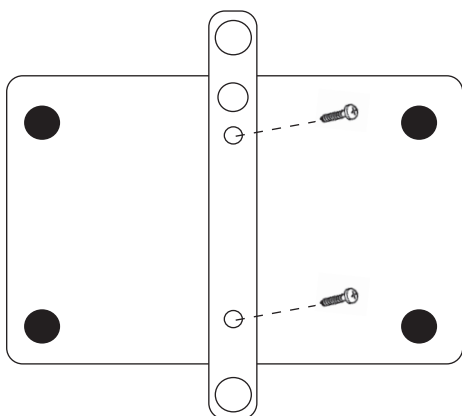

Abbildung 6.
**Schritt 1.** Drehen Sie die beiden M3 x 4-Schrauben durch die Bohrungen der Halterung in die Rückseite des Sendemoduls ein (siehe Abbildung 6).